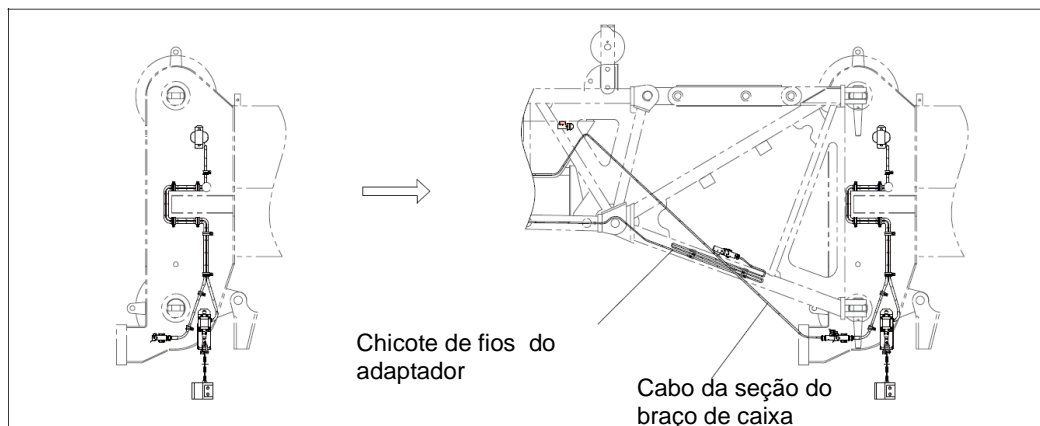

Figura 4-50 Instalação do interruptor de fim de curso de elevação no braço
- 2) Conecte o plugue no soquete na cabeça da lança principal. Consulte a figura 4-50.